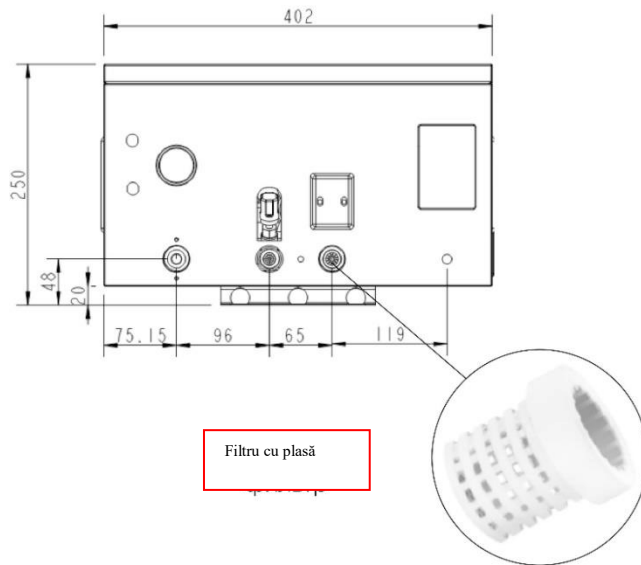

Figura 15. Filtru cu plasă
- Deschideți conducta de retur și scoateți filtrul cu plasă din conducta de bransament a cazanului (a se vedea figura 15);